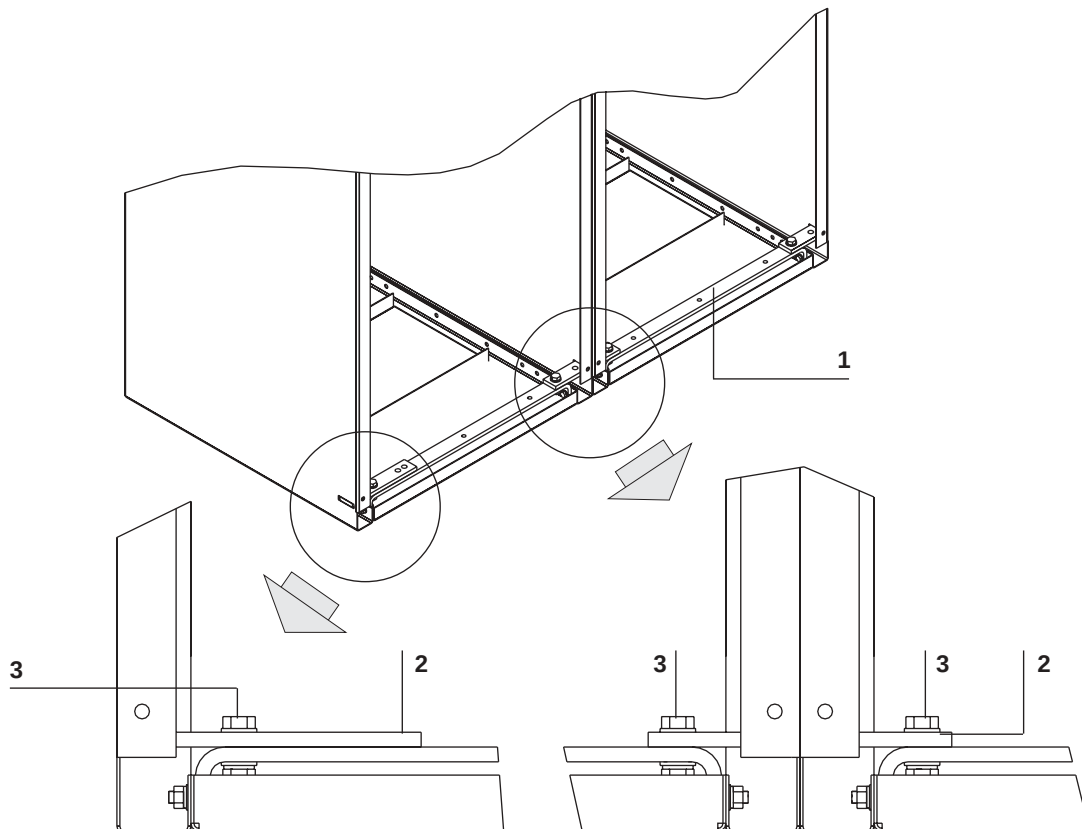

Fig. 79
Tutti gli scomparti del quadro sono normalmente equipaggiati con sbarra di terra nuda (1) (fig. 79) della sezione di 400 mm². La giunzione della sbarra di terra deve essere eseguita in corrispondenza dei punti di accoppiamento dei gruppi di unità del quadro, asportando preventivamente, mediante tela smeriglio, eventuali tracce di ossidazione dalla superficie di contatto delle sbarre.
All the switchboard cubicles are equipped with a base copper earthing busbar (1) (fig. 79) with a 400 mm²-section.